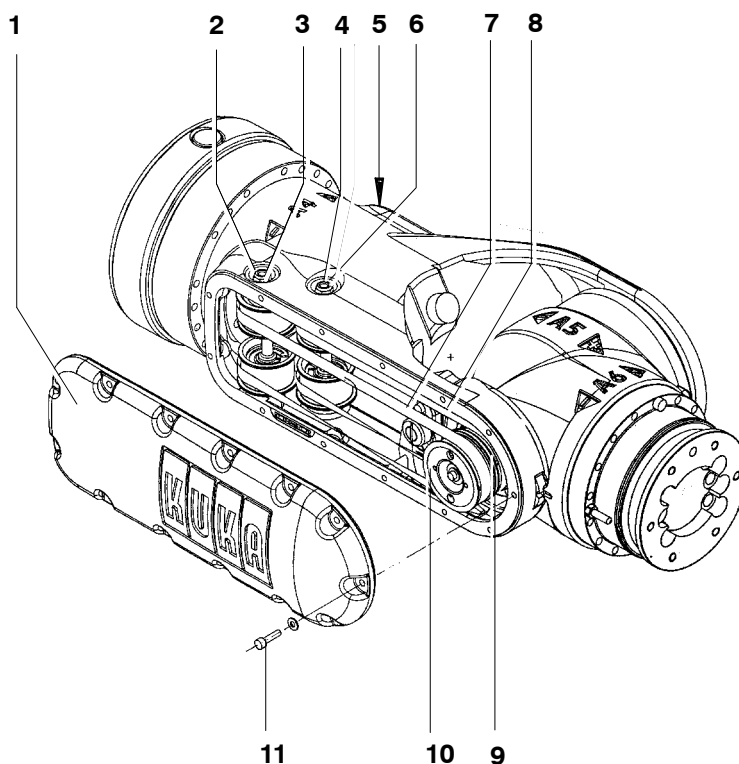

Fig. 89 Démontage et montage de la courroie dentée axe 5 et axe 6
- (1) Mettre le robot en service. Amener le bras en position horizontale et déplacer le poignet en ligne de telle manière que le couvercle (Fig. 89/1) se trouve en haut.
- (2) Enlever le couvercle (Fig. 89/5).
- (3) Dévisser 13 vis à six pans creux M5x20 (11) sans oublier les rondelles-frein et enlever le couvercle (1).
- (4) Desserrer l'écrou hexagonal M8 (2).
- (5) Tourner l'arbre excentrique (3) et détendre la courroie dentée de l'axe 5 (7).
- (6) Retirer la courroie dentée (7) de la poulie de courroie dentée (10).
- (7) Desserrer l'écrou hexagonal M8 (4).
- (8) Tourner l'arbre excentrique (6) et détendre la courroie dentée de l'axe 6 (8).
- (9) Retirer la courroie dentée (8) de la poulie de courroie dentée (9).
- (10) Retirer la courroie dentée A6 (8) du poignet en ligne.
- (11) Retirer la courroie dentée A5 (7) du poignet en ligne.
Avant de remonter le couvercle (Fig. 89/1), il faut exécuter les opérations 2 et 3.